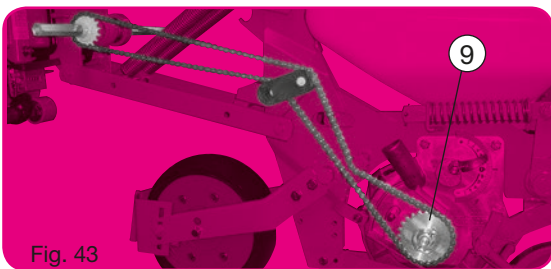

Fig. 43
- (9) Le débrayage individuel d'un élément est possible en retirant le clip (9) (ou en débranchant le tuyau d'aspiration fig. 43)
- Le montage de la chaîne d'entraînement s'effectue suivant la fig. 43.
- (9) The individual disengaging of a metering unit is possible by removing the lynch pin (9) or by disconnecting the vacuum hose (fig. 43).
- The drive chain is mounted as per fig. 43.
- (9) Das einzelne Element kann durch Herausziehen des Splintes oder durch Abnehmen des Saugschlauches abgestellt werden. (Fig. 43). Die Montage der Antriebskette erfolgt nach Abb.43.